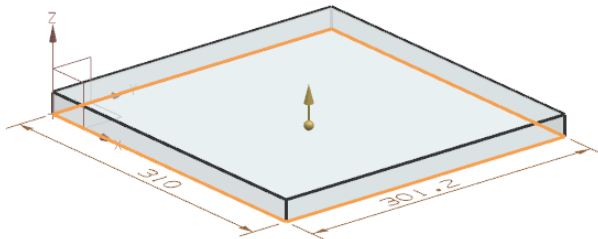

图 11-32 预览所创建的拉伸特征
(2) 在视图区选择如图 11-30 所绘制的草图曲线。在“拉伸”对话框中的“结束距离”文本框中输入 20, “指定矢量”选择“ZC 轴”, 同时在视图区预览所创建的拉伸特征, 如图 11-32 所示。